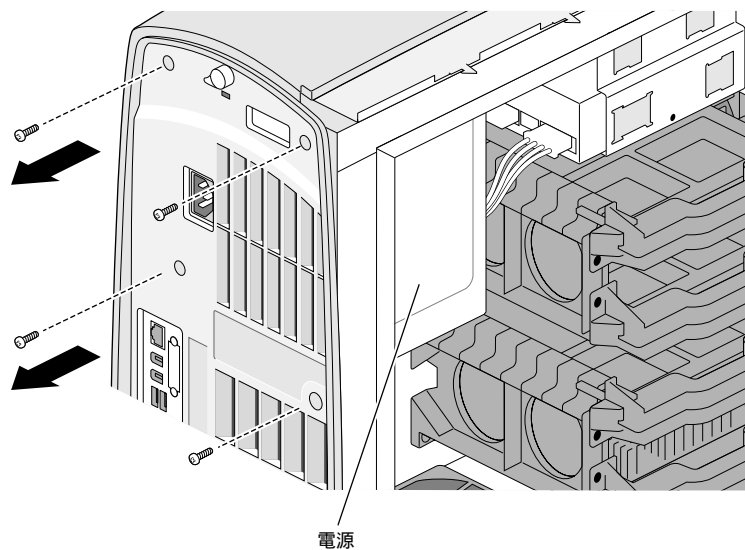

図 7-4 電源のネジの取り外し
1. プラスのドライバーを使用して、本体の背面にある4本のネジを取り外します(図7-4)。